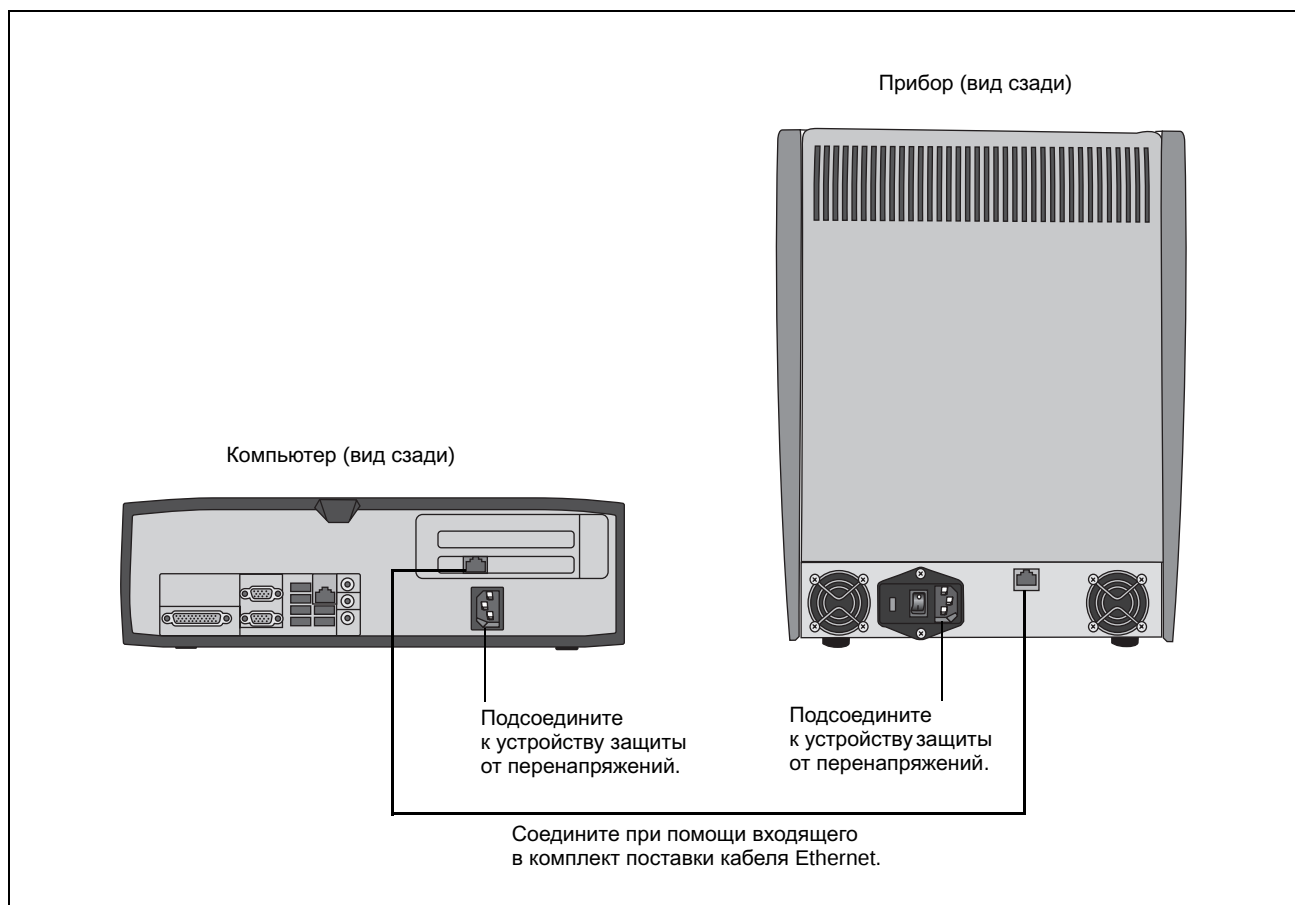

Рис. 2-1. Подключение прибора к компьютеру в системе с одним прибором.
3. Подсоедините один конец входящего в комплект поставки кабеля Ethernet к сетевому порту на задней панели компьютера (Рис. 2-1). На ярлыке указано, что порт предназначен для использования с системой GeneXpert Dx System.
4. Подсоедините другой конец кабеля Ethernet к сетевому порту, расположенному внизу на задней панели прибора (Рис. 2-1).